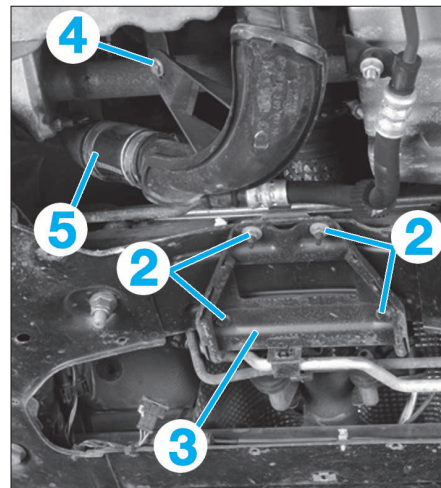
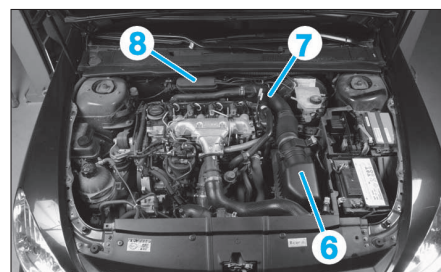

FIG. 65
FIG. 66
- les vis 2 (Fig.65).
- le support (3).
- la vis (4).
- Desserrer le collier (5).
- la boîte à air (6) (Fig.66).
- le support d'électrovanne (8) équipé des électrovannes.